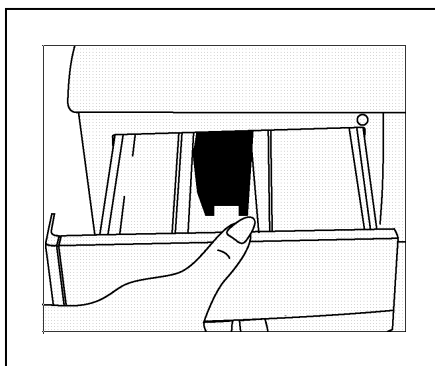

Fig 14
- Tirez le tiroir jusqu'au bout (fig. 14)